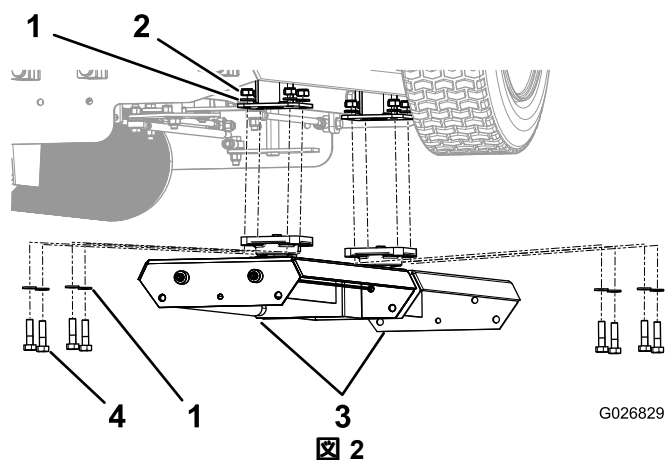

図 2
- 図 2 に示すように、機体からステアリングヘッドを外す。